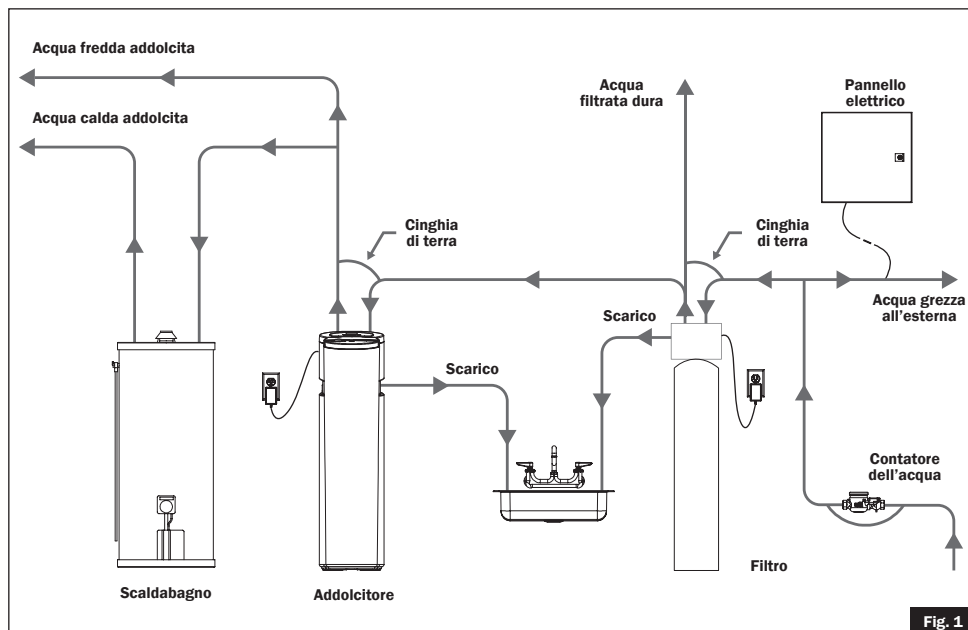

Fig. 1
3. Posizionare nella giusta posizione rispetto ad altri sistemi per acqua (fig.1).
7. Determinare se sono necessarie tubature aggiuntive agli allacci condominiali o comunali o se si desidera bypassare l'acqua usata per una pompa a riscaldamento geotermico, per gli innaffiatoi, impianti esterni o applicazioni generiche che utilizzino una grande quantità di acqua. (fig.1)